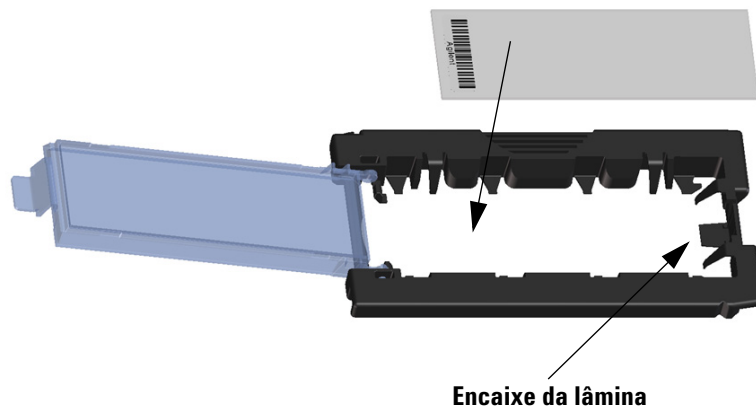

Figura 39 Inserir a lâmina no respetivo suporte
- c** Com cuidado introduza a extremidade da lâmina sem o código de barras no encaixe para a lâmina. Consulte a Figura 39.